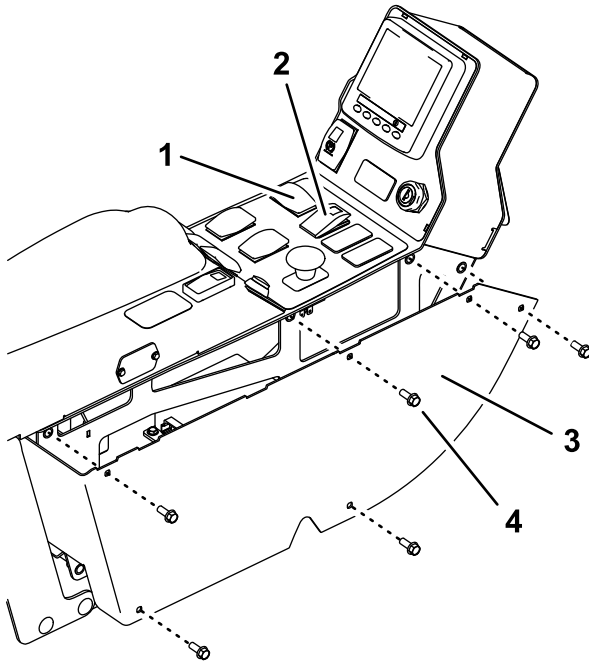

Bild 3
1. Entfernen Sie die sechs Schrauben vom Bedienfeld und nehmen Sie die Platte ab (Bild 3).
2. Ziehen Sie die Anschlüsse vom Warnblinkanlagenschalter und dem Blinkerschalter ab (Bild 3).
7. Setzen Sie die Platte ein (Bild 3).